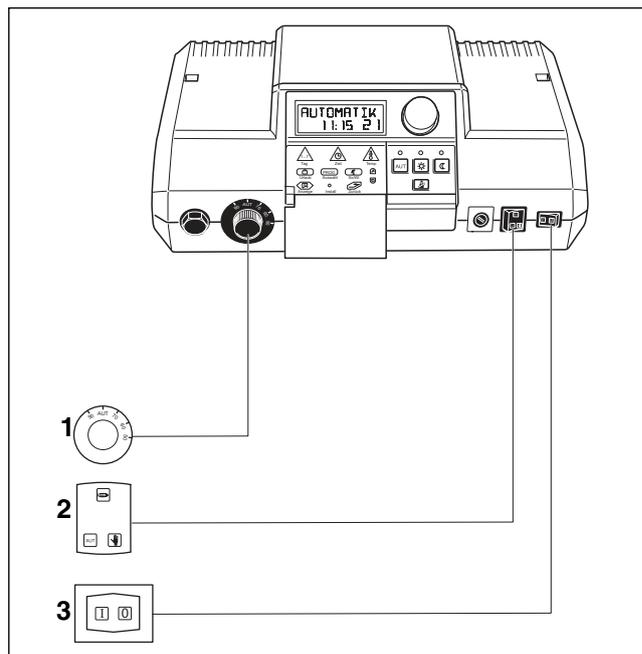

Рис. 17 Проверить настройки элементов управления
- ▶ Регулятор температуры котловой воды (→ рис. 17, [1]).
- ▶ Выключатель аварийного режима, отопления и горячего водоснабжения (→ рис. 17, [2]).
- ▶ Пусковой выключатель перевести в положение **I** (→ рис. 17, [3]).